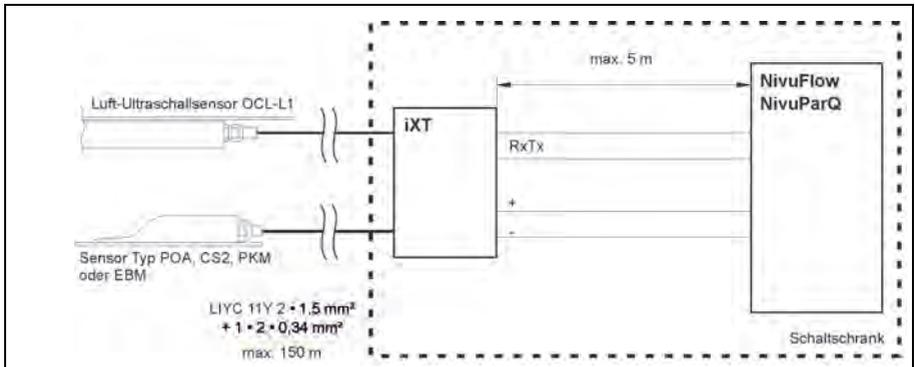
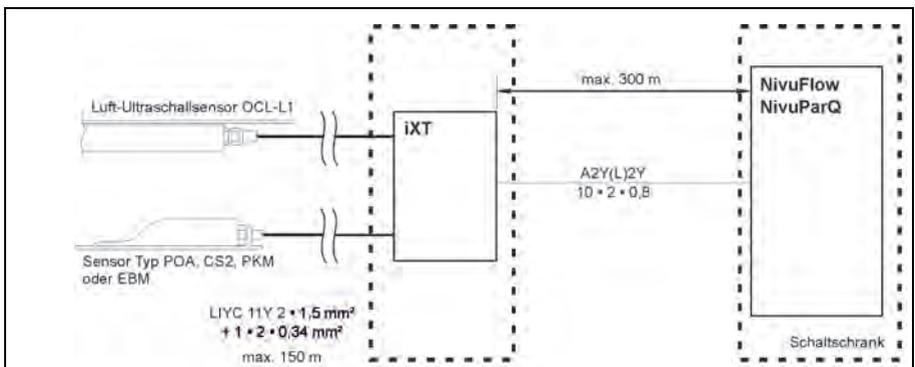

Abb. 22-1 Verbindung Sensor(en) – iXT0 im Schaltschrank
Abb. 22-3 Verbindung iXT0 – NivuFlow / NivuParQ mit Fernmeldekabel
- 150 Meter (siehe Abb. 22-1)
Die maximale Kabellänge beträgt in diesem Fall 5 Meter (siehe Abb. 22-1).
Für Entfernungen >100 m zwischen iXT0 und dem Messumformer NivuFlow / NivuParQ sollte ein Fernmeldekabel Typ A2Y(L)2Y 10x2x0,8 (oder höhere Adernzahl) bzw. technisch adäquate Typen verwendet werden (siehe Abb. 22-3). Beachten Sie in diesem Fall, dass die beiden RxTx-Signalkabel mit einem gemeinsamen, verdrehten Adernpaar zu verlängern sind.
Den Typ des Messumformers entnehmen Sie der Bezeichnung auf dem Gerät. Beachten Sie bei der Kabelverbindung die Hinweise in Kapitel „22.1 Verbindungskabel“ und die Abb. 22-1 bis Abb. 22-3.